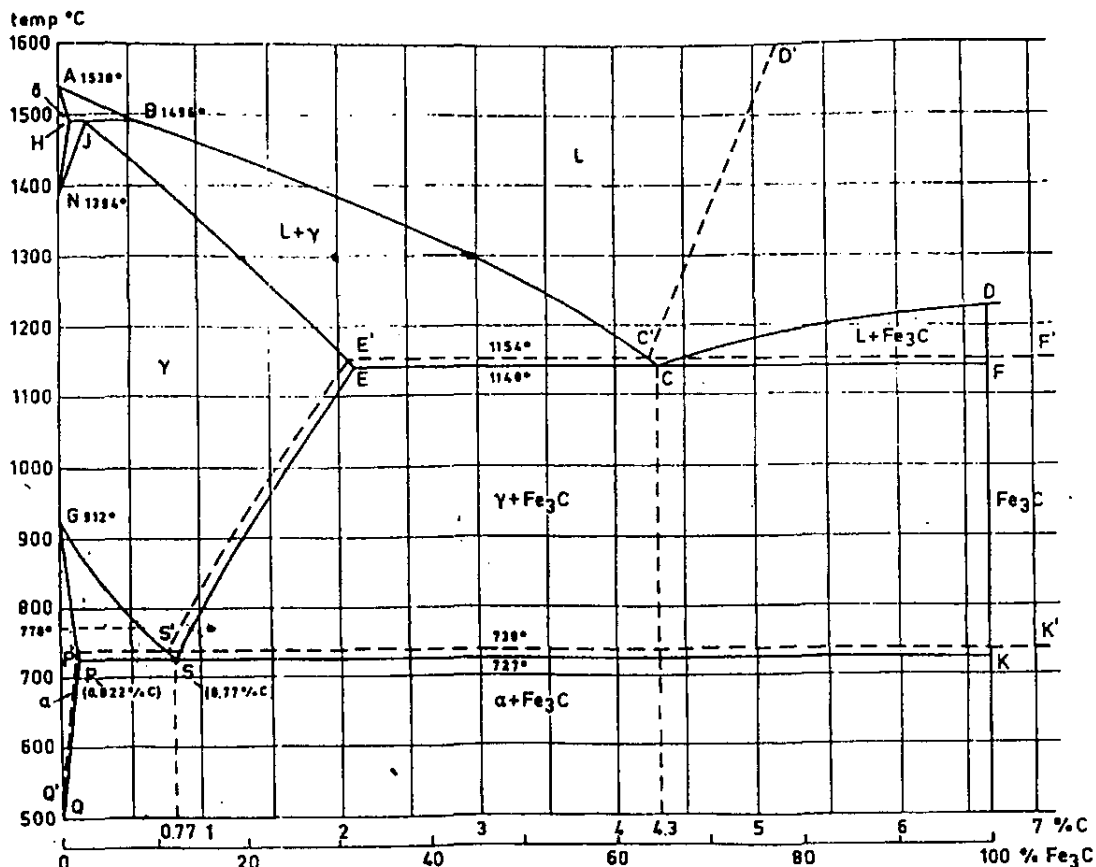

Figure 1. Het ijzer-koolstof diagram.
Opgave 1 (zie Fig.1)
- Bij nog snellere afkoeling naar kamertemperatuur (of lager) van austeniet ontstaat een metastabiele fase die we martensiet noemen. Wat gebeurt er met de structuur als martensiet gevormd wordt en waarom kan verwacht worden dat dit martensiet heel hard (en ook bros) is? (Gebruik hierbij ook informatie uit Fig.1.)